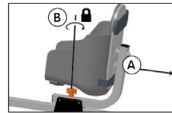

図 S10
- 10S レッグホルダーのブーツをしっかりと引き、張力を加える（図 S10-A）。張力を加えた状態で、レッグホルダーのロックノブをロックする（図 S10-B）。適切な張力によりペロニール ポスト周辺での骨盤回転が防止できる。